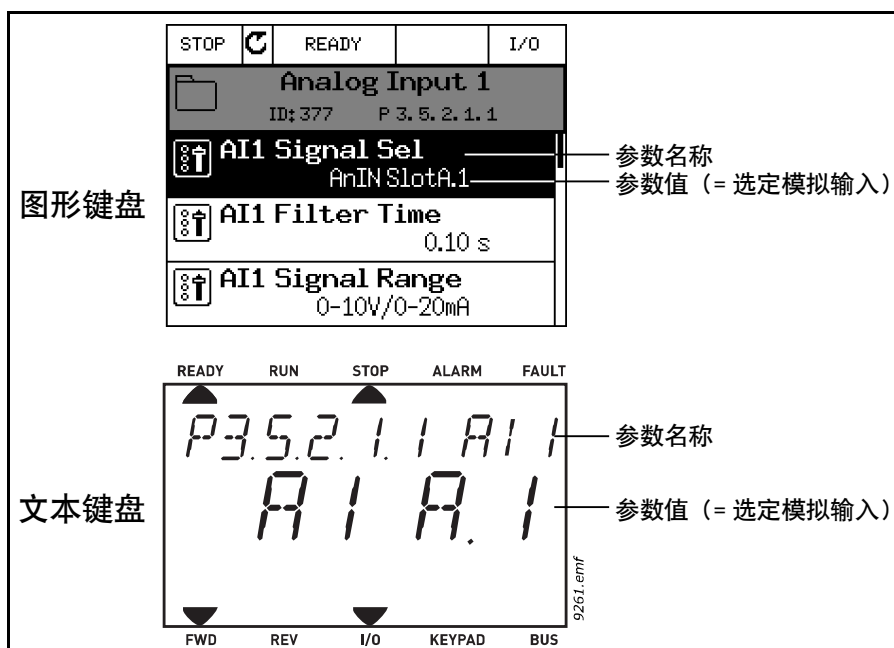

图 65.
2. 您现在正处于 编辑 模式下，因为插槽值 DigIN SlotA 正在闪烁并带下划线。（如果您的 I/O 中有更多的数字输入端，例如通过在插槽 C 、 D 或 E 中插入选件板，还可以在此处选择它们）。参见图 65。	2. 您现在正处于 编辑 模式下，因为字母 d 正在闪烁。（如果您的 I/O 中有更多的数字输入端，例如通过在插槽 C 、 D 或 E 中插入选件板，还可以在此处选择它们）。参见图 65。